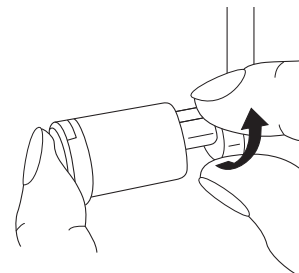

Fig. 100
2. Amenez la lame supérieure ❷ en position de repos (Fig. 100).